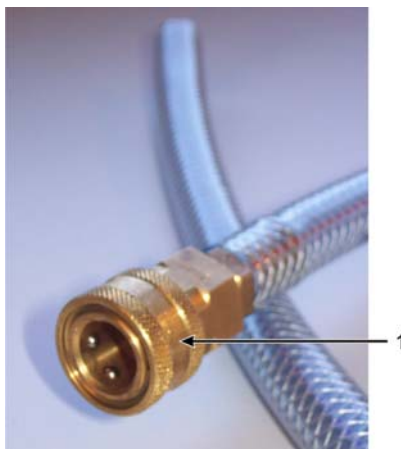

Figura 53. Mangueira de enchimento/drenagem remotos com anel de fixação (1)
- Antes de encher ou drenar os frascos de reagente, ligue a mangueira de enchimento/drenagem remotos (consulte a Figura 53) ao tubo de enchimento/drenagem remotos (ligação à esquerda na Figura 53). A mangueira possui um acoplamento de encaixe que garante uma ligação segura ao tubo.
Para encaixar a mangueira, abra a porta superior da câmara de reagentes, faça deslizar para trás a tampa de enchimento/drenagem e empurre o acoplamento para a extremidade do tubo. Para remover a mangueira, faça deslizar para trás o anel de fixação (item 1 na Figura 53) e puxe a mangueira para a retirar do tubo de enchimento/drenagem remotos.